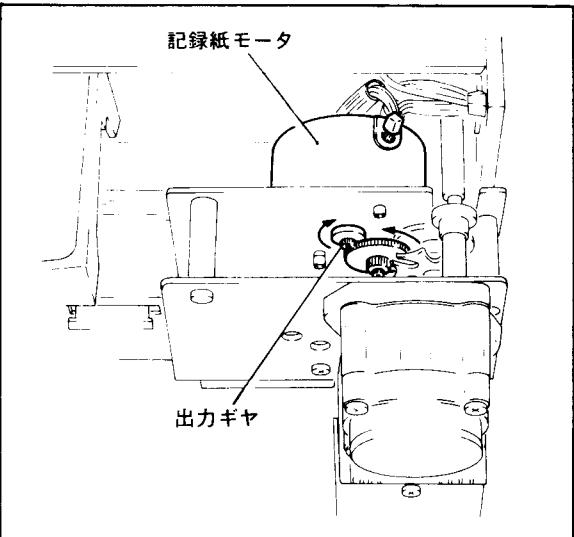

図11-11 パッドホイールを手で回転させる方法
- (6) 電源を投入しないでパッドホイールを回転させる方法(図11-11)